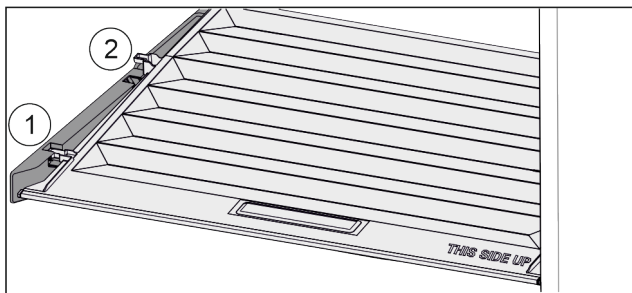

Fig. 91
- ▶ Veko potiahnite dopredu až k otvoru v prídržných dieloch Fig. 91 (1).
- ▶ Vzadu ho nadvihnite zospodu a zložte smerom nahor Fig. 91 (2).